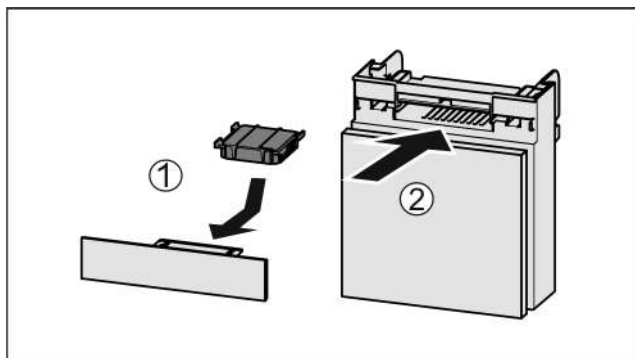

Fig. 148
- ▶ Umetnite filter s aktivnim ugljenom kao što je prikazano na slici Fig. 148 (1).
- ▶ Umetnite pretinac Fig. 148 (2).